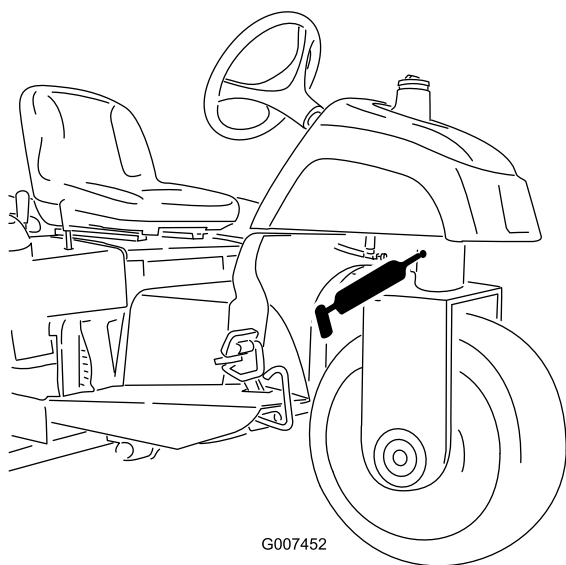

図 25
- ・ ステアリングピボット（図 25）
注 ステアリングピボットの注入部（図 25）は面一フィッティングなので、グリスガン用ノズルアダプタが必要です。 パーツ番号は P/N 107-1998； ご注文は Toro 代理店へ。